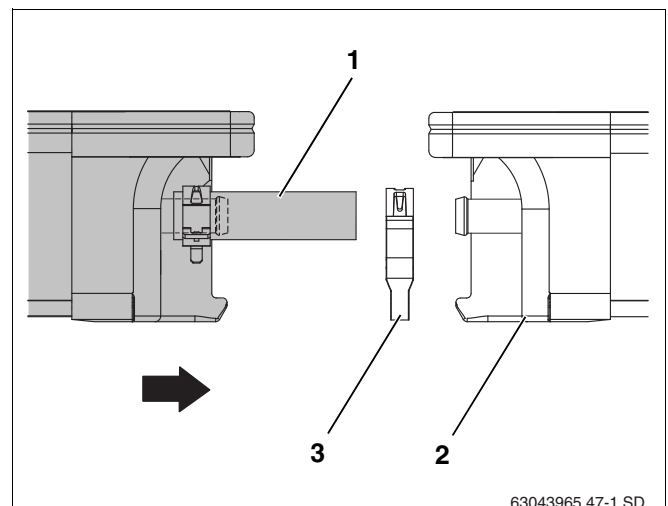

Рис. 46 Придвинуть второй коллектор к первому
- ▶ Установите второй коллектор с предварительно смонтированными шлангами (рис. 46, **поз. 1**) на профильные рейки, при этом он должен встать в крепления от сползания.
- ▶ Наденьте второй пружинный хомут (рис. 46, **поз. 3**) на шланг солнечного коллектора.
- ▶ Придвиньте второй коллектор к первому (рис. 46, **поз. 2**) так, чтобы шланги наделись на левые штуцеры первого коллектора.